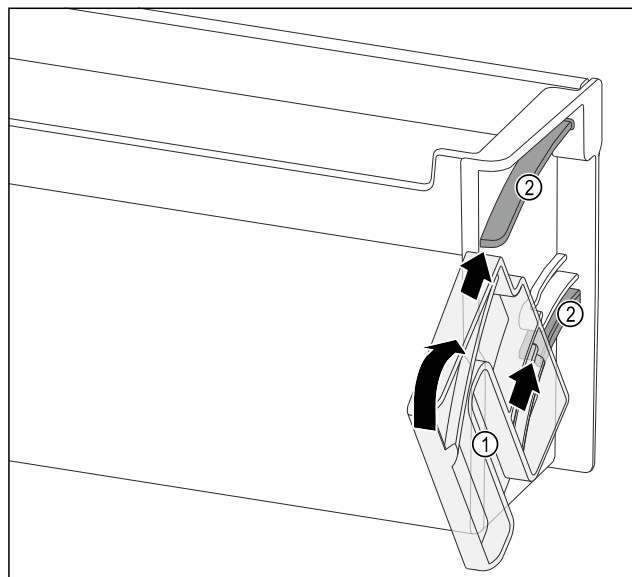

Fig. 152
- ▶ Vrtljivo enoto Fig. 152 (1) namestite tako, da so odprtine točno nasproti vodilnih kanalov Fig. 152 (2) vratne police.
- ▶ Vrtljivo enoto Fig. 152 (1) obrnite v navedeno smer.